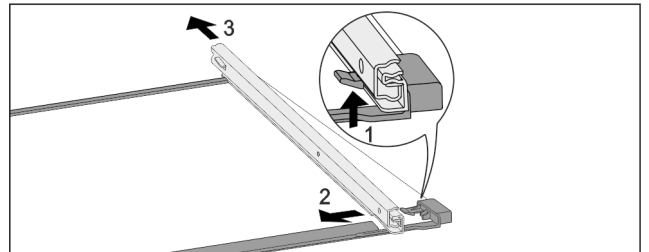

Fig. 82 Placa de cristal con rieles
- ▶ Presione los ganchos de sujeción delanteros hacia arriba. Fig. 82 (1)
- ▶ Empuje la corredera hacia un lado Fig. 82 (2) y hacia atrás Fig. 82 (3).